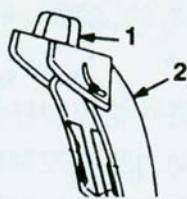

图 16
- 排雪道导向手柄(图16)——上、下移动该手柄, 可调节雪流方向。